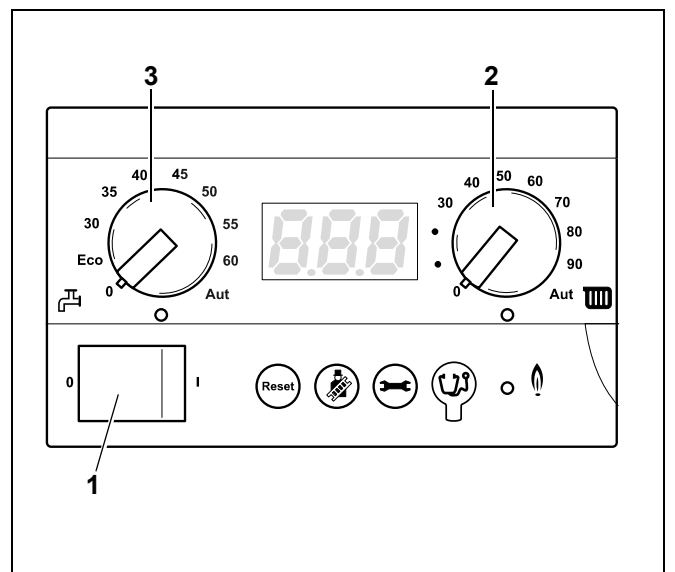

Рис. 16 Главный регулятор BC10
- Медленно открыть кран подачи газа. Для этого нажать кран для подачи газа и повернуть влево на  $\frac{1}{4}$  оборота (рис. 16). Кран подачи газа открыт, когда он находится в вертикальном положении.